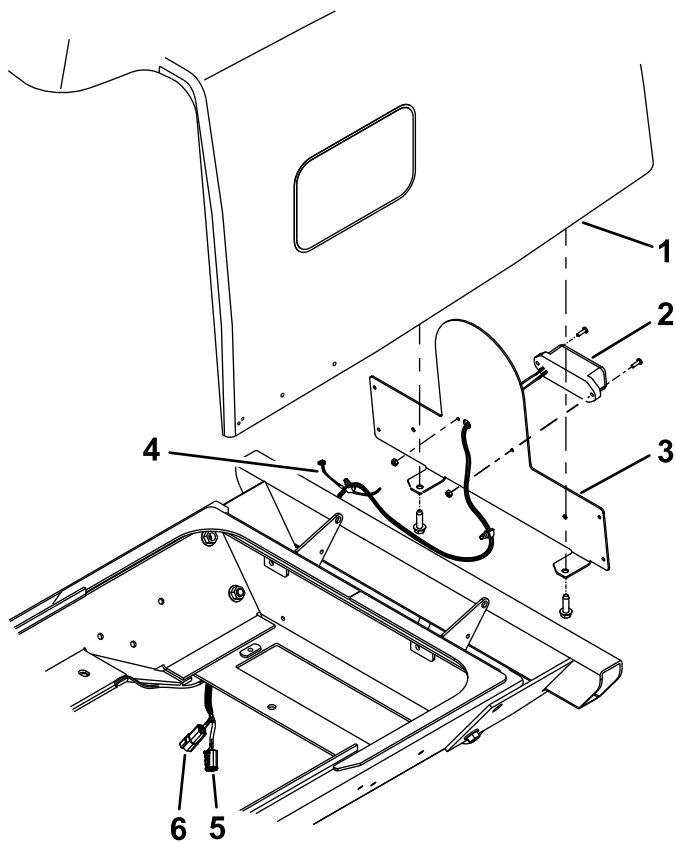

Figura 19
11. Collegate il cablaggio preassemblato della luce della targa come segue (**Figura 19**):
preassemblato della luce della targa (Figura 19).
12. Fissate i fili al telaio con la fascetta per cavi e la clip di cablaggio (Figura 19).